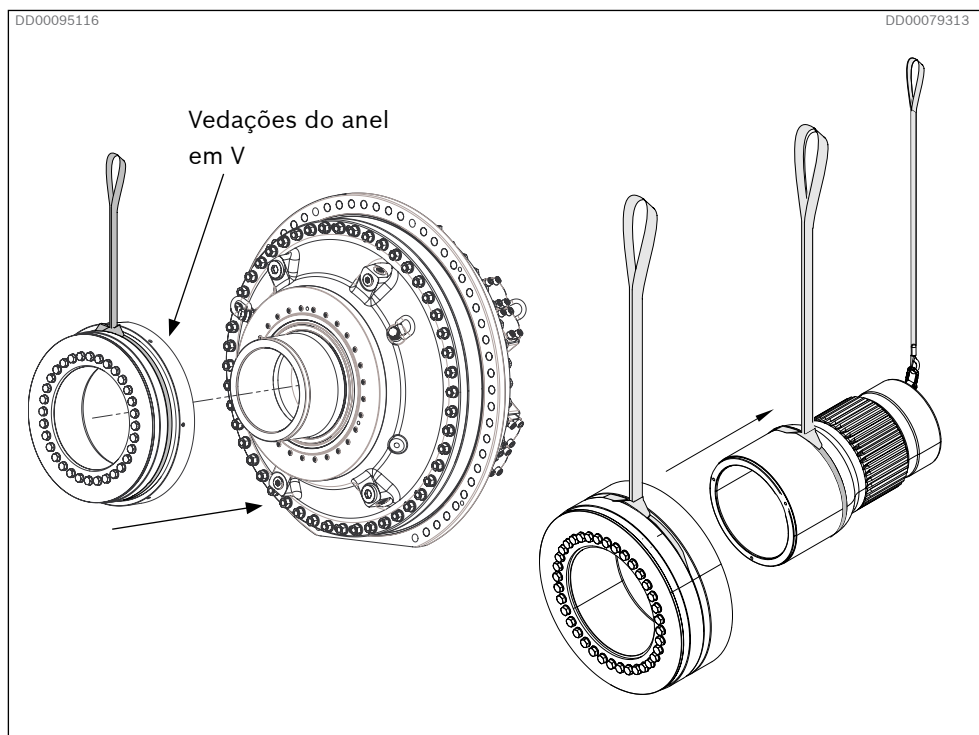
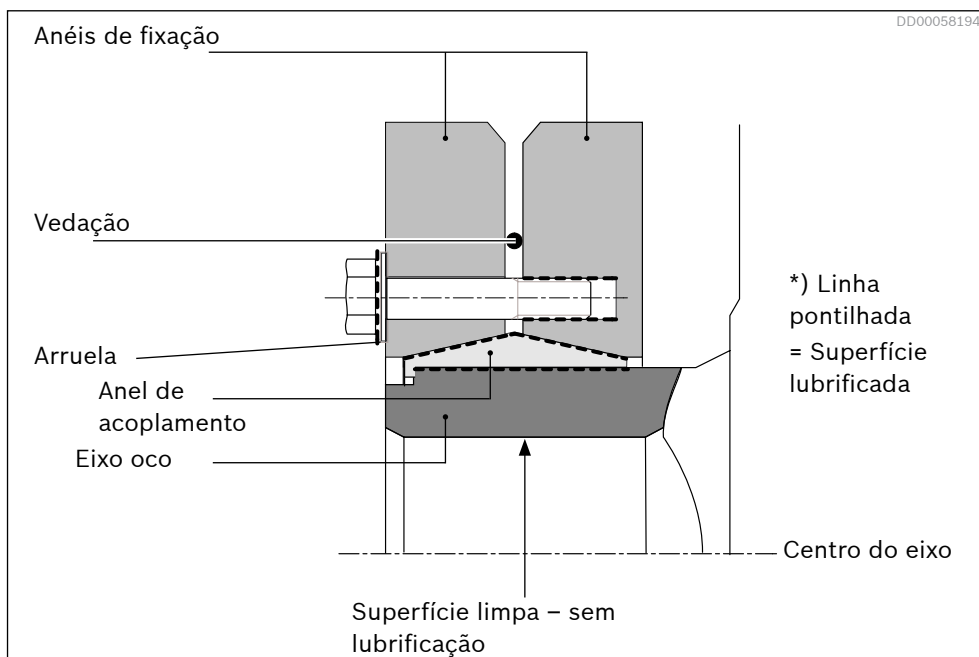

Fig. 39: Montagem do disco de contração no adaptador do eixo ou motor de acoplamento
Fig. 40: Disco de contração
1. Verifique se o disco de contração vem lubrificado de fábrica com graxa nas superfícies cônicas e parafusos (consulte a *Fig. 40*). Esses lubrificantes deverão permanecer nessas superfícies
- ▶ Em nenhuma circunstância a graxa deve ser transferida para as superfícies entre o eixo acionado e o motor de acoplamento ou o adaptador do eixo (consulte a *Fig. 40*).
6. Monte o disco de contração no eixo oco. Use uma eslinga apropriada entre os anéis de fixação. (consulte a *Fig. 39* e *Fig. 40*) O acoplamento deve ser empurrado até o batente do eixo oco. Se necessário, separe os anéis de fixação a fim de conseguir uma montagem mais fácil.
*) A superfície cônica entre o anel de acoplamento e os anéis de fixação, bem como os parafusos, deve ser revestida com pasta Molykote G-Rapid plus (consulte a Fig. 40). Esse procedimento é realizado na fábrica na entrega. Quando um motor for submetido a uma inspeção ou reparo e tiver de ser remontado, poderá ser necessário lubrificar novamente essas superfícies com pasta Molykote G-Rapid plus, mas lembre-se, somente nas superfícies especificadas.